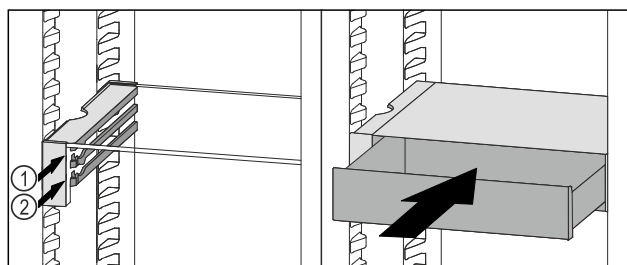

Fig. 136
- Placera VarioSafe-lådan bakom stopplackarna på önskad list Fig. 136 (1) eller Fig. 136 (2).